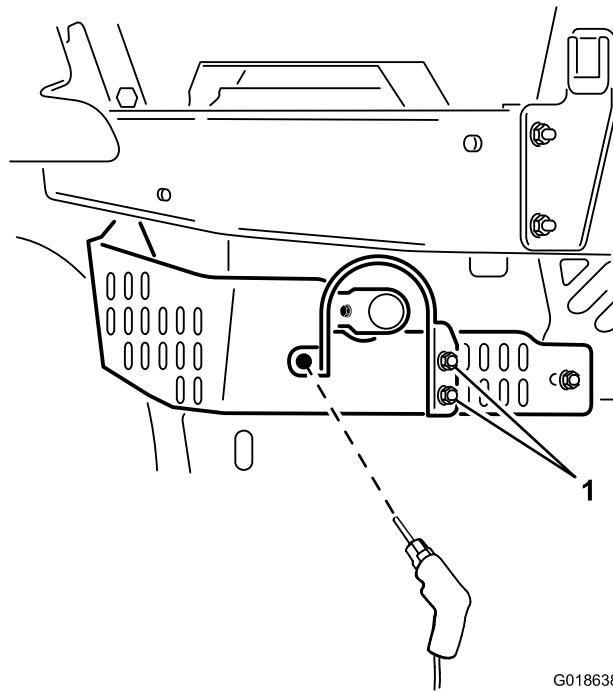

Figure 8
- **Tondeuses internationales (TE)**
- i. Alignez les trous de la bride droite du pare-chaleur d'échappement (la bride comprenant 2 trous) sur les deux fentes verticales à l'extrême gauche de la protection inférieure gauche du moteur (Figure 8).
- ii. Alignez le bord inférieur de la bride droite du pare-chaleur d'échappement sur le bord inférieur de la protection du moteur (Figure 8).
en angle de la protection inférieure gauche du moteur (Figure 8).